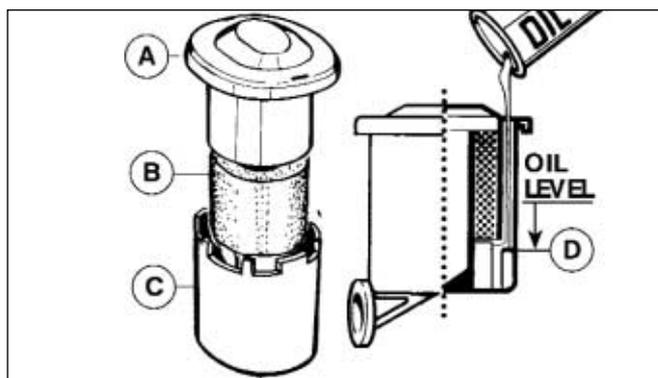

Abb. 9
## 5. ÖLBADFILTER (ABB. 9)
Der Ölbadfilter ist nur dann wirksam, wenn der Ölstand bis an die Markierung auf dem Behälterboden reicht (Abb. 9-D). Prüfen Sie den Ölstand alle fünf (5) Betriebsstunden. Ist der Ölstand zu niedrig, füllen Sie den Ölbehälter mit einem Motoröl auf, das der für den Motor verwendeten Ölqualität entspricht. Nehmen Sie einmal jährlich - bei Einsatz in extrem staubiger Betriebsumgebung auch öfter - einen Ölwechsel vor. Reinigen und Ölen Sie den Schaumstoffeinsatz alle 10 Betriebsstunden und tauschen Sie ihn alle 50 Betriebsstunden - bei Einsatz in extrem staubiger Betriebsumgebung auch öfter - aus.